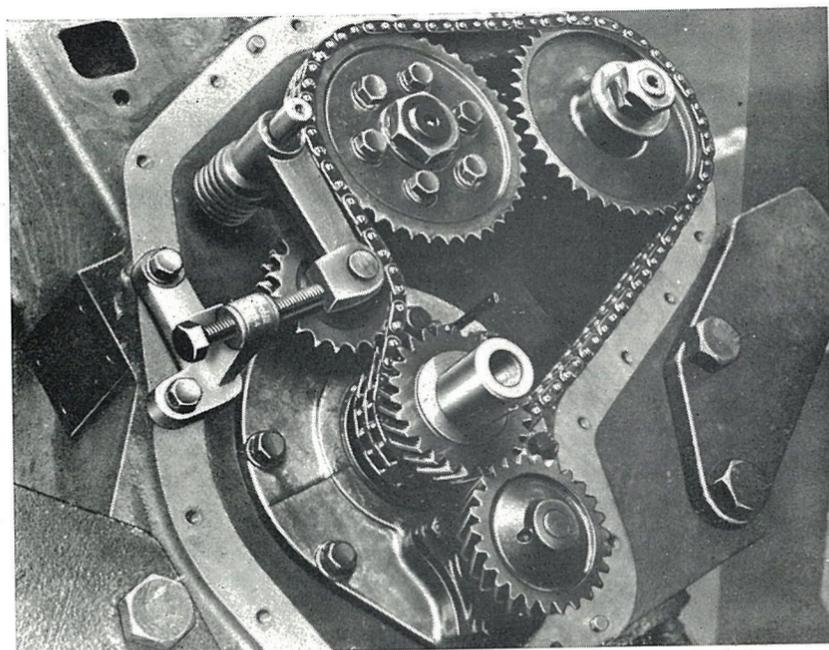

FIG. 20
5. Caler la distribution comme il est indiqué au chapitre suivant et tendre la chaîne à l'aide de l'outil de service FT 84 A (fig. 20).
9. Monter l'outil de service FT 84 A comme indiqué à la figure 20 et tendre la chaîne.
11. Mettre en place le tendeur de chaîne de distribution, puis l'appuyer sur la chaîne à l'aide de l'outil de service FT 84 A (fig. 20).